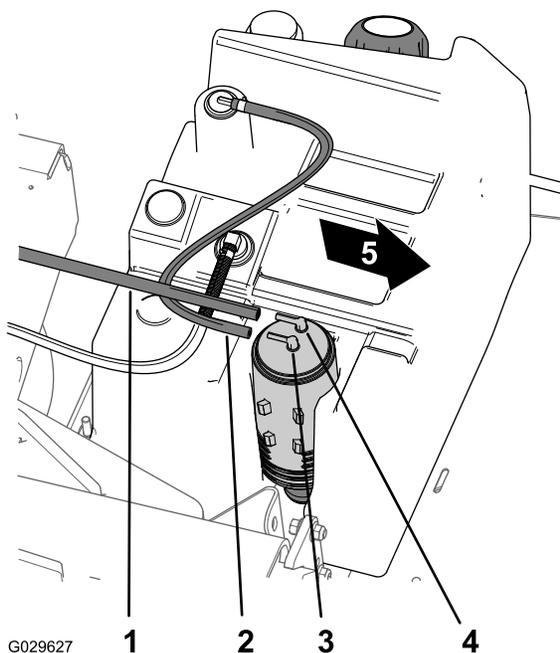

图 44
1. 从碳罐上标记为“净化”的接头上取下真空软管 图 44。
2. 从碳罐上标记为“油箱”的接头上取下燃油软管 图 44。
8. 将真空软管连接到碳罐上标记为“净化”的接头上将燃油软管连接到标记为“油箱”的接头上图 44。